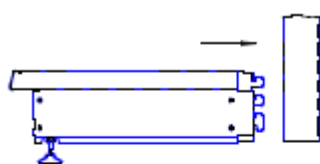

Abb.1
- Setzen Sie die Seitenwandhalterungen in die Nuten des Gestells ein. (Abb.1).